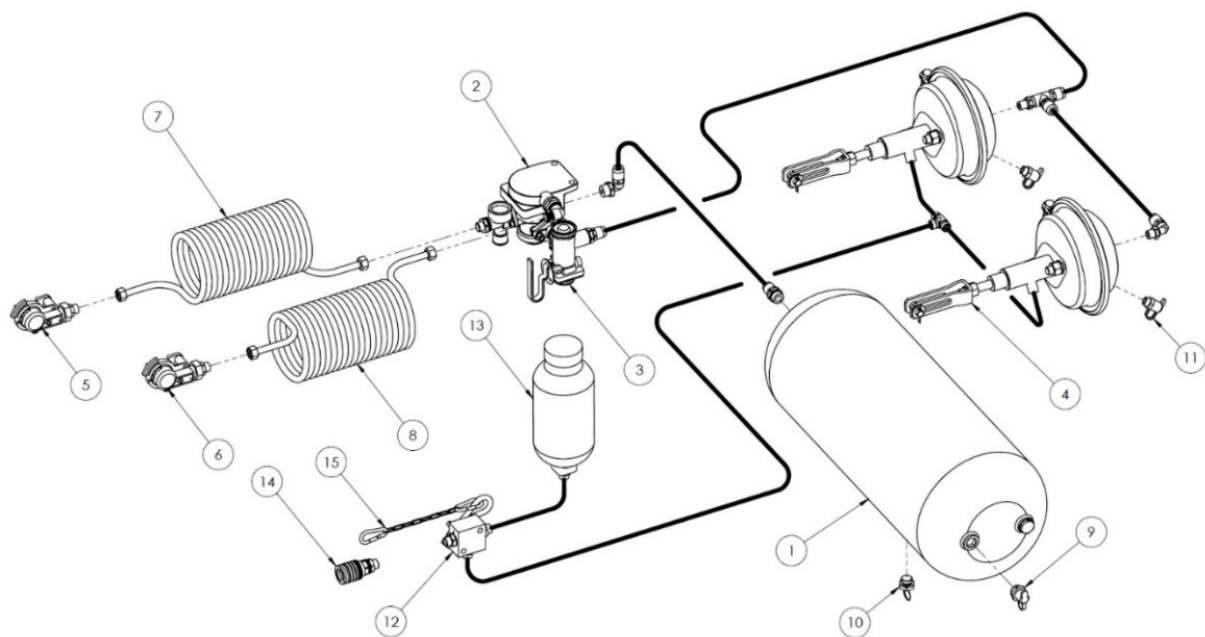

Abbildung 10. Hydraulisch-pneumatische Bremsanlage
- - lufthydraulische Bremsanlage (Abbildung 10),
Eine weitere Option für die Bremsanlage ist eine hydraulisch-pneumatische Bremsanlage. Diese Anlage ist eine Kombination aus hydraulischer und pneumatischer 2-Kreisbremse. Je nachdem, mit welcher Art von Bremsen der Schlepper ausgestattet ist, kann entsprechend eine hydraulische oder pneumatische Bremsanlage angeschlossen werden – Abbildung 10.